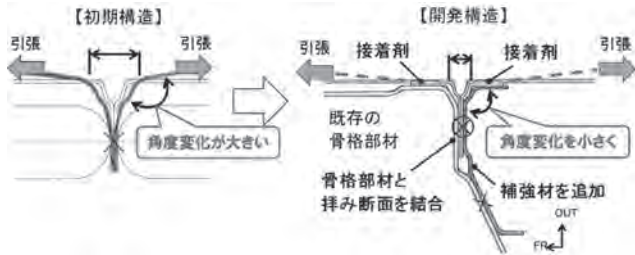

図3 おがみ合わせの断面
- ・ 防水の塗装シーラーを充填として見栄えと面品質を確保。(図3)